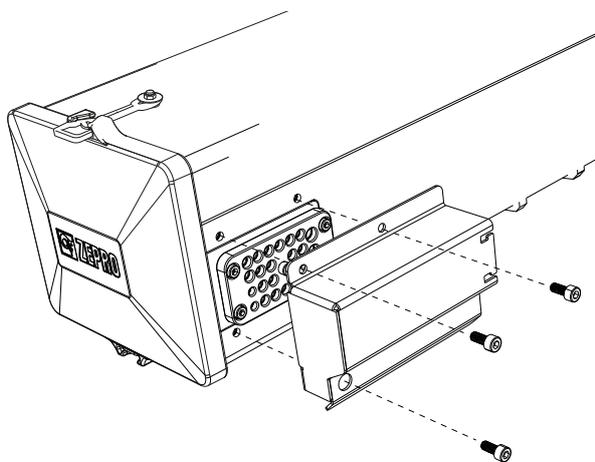

Figura 74. La cubierta de protección del prensaestopas está montada con tres tornillos
1. Retirar la cubierta de protección del prensaestopas, está montada con tres tornillos, véase Figura 74.
2. Montar la cubierta de protección del prensaestopas con los tres tornillos correspondientes, véase Figura 74.